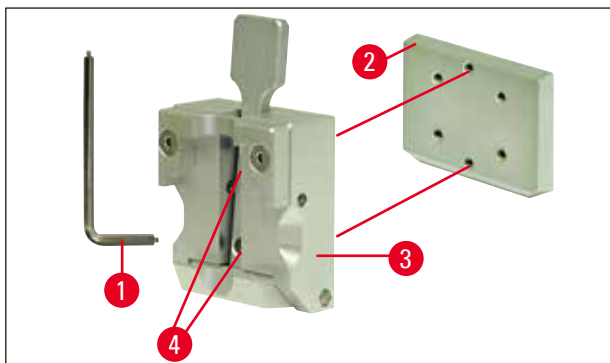

Fig. 10
3. Separar la guía de cola de milano (→ Fig. 10-2) de la pinza porta-muestras (→ Fig. 10-3) destornillando los dos tornillos (→ Fig. 10-4) de la guía de cola de milano (→ Fig. 10). Utilizar también la llave Allen con mango no. 3.